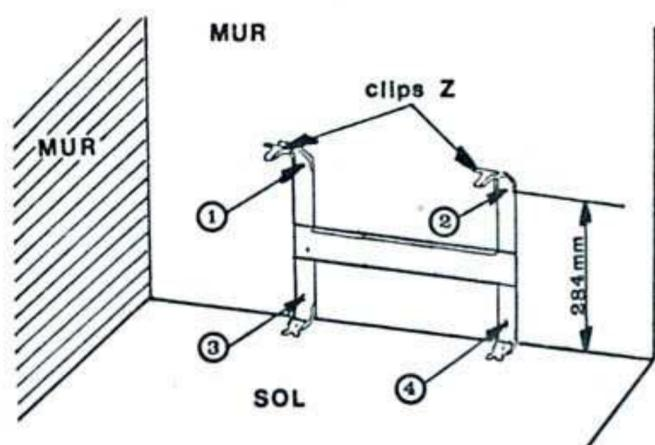

Fig. 1
- Poser le dossier au sol contre le mur en s'assurant qu'il est orienté dans le bon sens clips Z en haut, pointer les deux trous N° 1 et 2 du haut. Ceux-ci donnent la position des trous inférieurs (fig. 1).